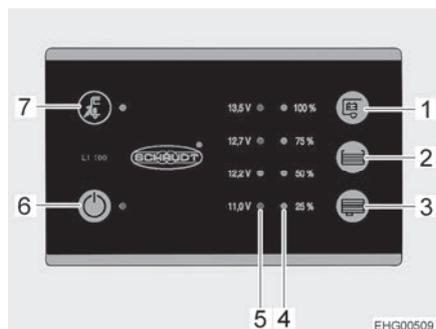

Fig. 65 Panel (LT 100)
El LED amarillo en el símbolo de conexión a la red "⚡" (Fig. 65,7) estará iluminado mientras que el vehículo esté conectado a una alimentación de red externa. Entonces, el LED también estará iluminado al estar el panel desconectado.
El interruptor principal de 12 V (Fig. 65,6) conecta y desconecta el panel y la alimentación de 12 V del habitáculo.
- Pulsar el interruptor "⏻" (Fig. 65,6): La alimentación de 12 V del habitáculo está conectada. El LED está iluminado de color verde.
- Volver a pulsar el interruptor "⏻" (Fig. 65,6): La alimentación de 12 V del habitáculo está desconectada. El LED se apaga.
La serie de LED (Fig. 65,5) indicará la tensión de batería de la batería del habitáculo del modo siguiente:
- Pulsar la tecla "🔋" (Fig. 65,1): Indica la tensión de la batería del habitáculo.
La serie de LED (Fig. 65,4) indicará el nivel de llenado del depósito de agua potable o del depósito de aguas residuales.
Pulsar la tecla "☰" (Fig. 65,2): Los LED iluminados indicarán el nivel de llenado del depósito de agua potable.
Pulsar la tecla "☷" (Fig. 65,3): Los LED iluminados indicarán el nivel de llenado del depósito de aguas residuales.